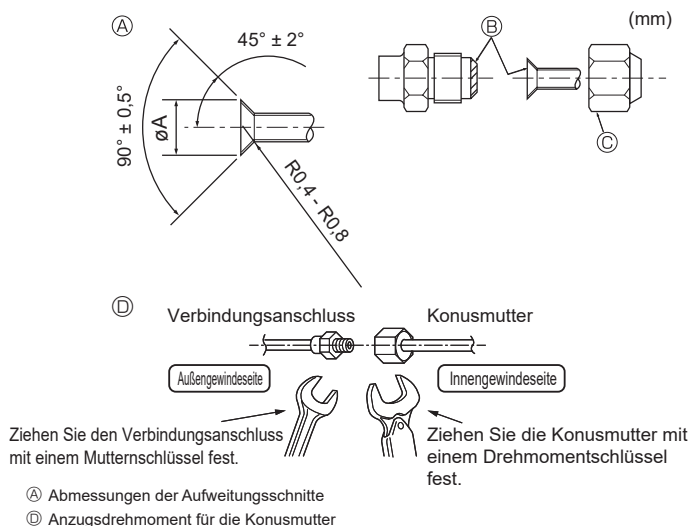

Fig. 4-1
① (Fig. 4-1)
② (Fig. 4-1)
4.2. Rohranschlüsse (Fig. 4-1)
- Vor dem Anziehen der Konusmutter eine dünne Schicht Kältemittel-Öl auf das Rohr und auf die Oberfläche des Sitzes an der Nahtstelle auftragen. ①
- Tragen Sie Kältemaschinenöl auf die gesamte Konusauflagefläche auf. ②
- Die Konusmutter für die nachstehende Rohrgröße verwenden. ③
- Mit 2 Schraubenschlüsseln die Rohrleitungsanschlüsse fest anziehen. ④